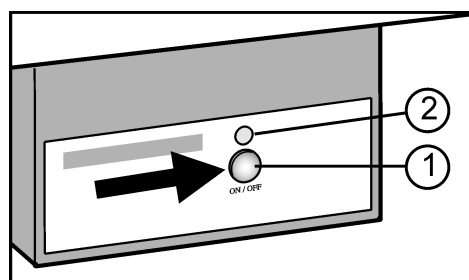

Fig. 6
- ▶ Pulse la tecla On/Off *Fig. 6 (1)* hasta que el LED *Fig. 6 (2)* se ilumine.